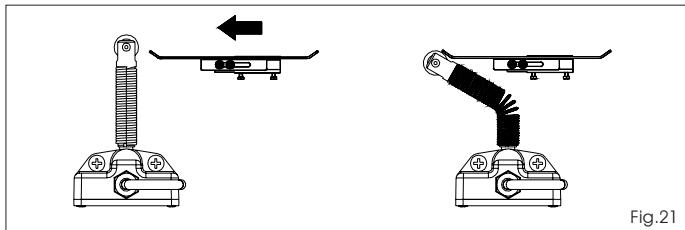

Fig.21
- a) La plaquette doit activer le fin de course sur la partie profilée d'après la Fig. 21.